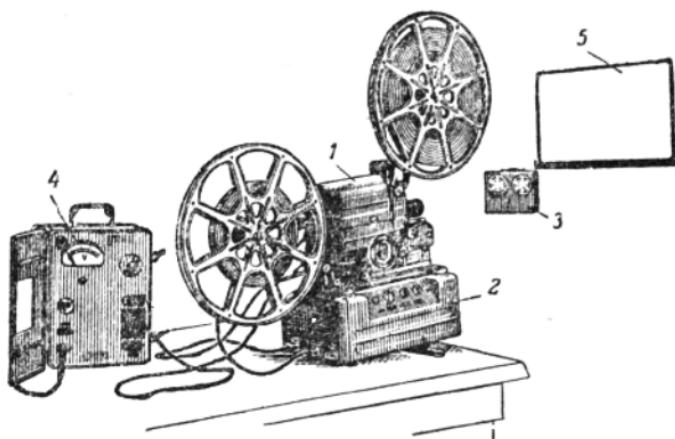

图4 FL-16型全套放映设备架好后的情况
5. 将自耦变压器放在桌上，如果平放，要使它与桌面前沿平齐；如果直立，则须如图4那样放置。
至此，架机完毕，机器架设好的情况如图4所示。